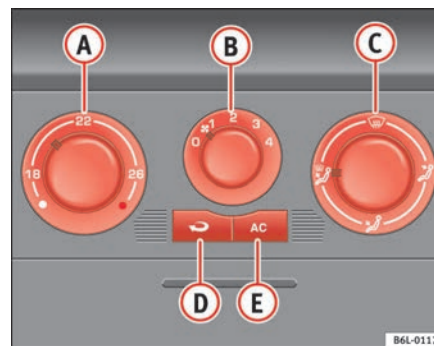

Abb. 94 In der Instrumententafel: Bedienelemente Klimaanlage
- Mit den Reglern  $\Rightarrow$  Abb. 94 A und C und mit dem Schalter B stellen Sie die Temperatur, die Gebläsestufe und die Luftverteilung ein.
- Düsen ③ schließen.
- Öffnen Sie die Düsen ④ und richten Sie sie auf die Seitenfenster.